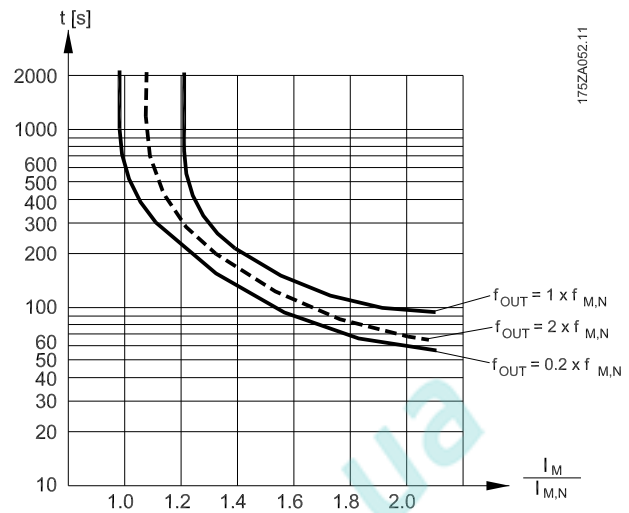

Рисунок 3.22 Характеристики электронного теплового реле
- Электронное тепловое реле (ЭТР) для асинхронных двигателей имитирует биметаллическое реле на основе внутренних измерений. ЭТР измеряет фактический ток, скорость и время для вычисления температуры двигателя и его защиты от перегрева путем выдачи предупреждения или отключения питания двигателя. Характеристики ЭТР показаны в Рисунок 3.22.